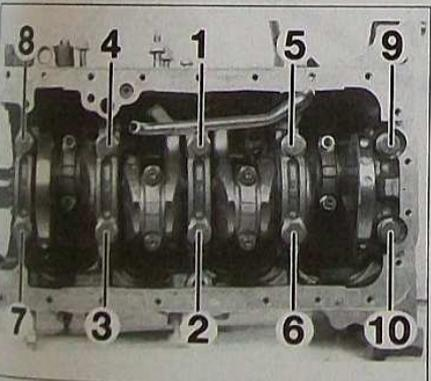

FIG. 63
• Monter les chapeaux de tourillons repérés de (1) à (5) lubrifiés et serrer les 5 paliers au couple dans l'ordre indiqué (Fig.63).